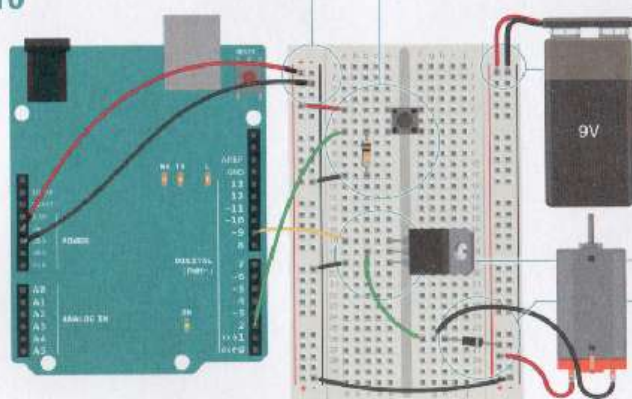

Fig. 1
- 3 Quando usi circuiti con tensioni differenti, devi collegare tra loro le masse per creare una massa comune. Collega il connettore per batteria 9V alla breadboard. Collega la massa della batteria alla massa di Arduino sulla breadboard con un ponticello come mostrato in Fig. 1. Poi attacca l'estremità libera del motore all'alimentazione 9V.
- 5 Poi, collega l'alimentatore del motore al motore e alla breadboard. L'ultimo componente da aggiungere è il diodo. Il diodo è un componente polarizzato: va inserito nel circuito solo in una specifica direzione. Nota che il diodo ha una striscia su una estremità: è il polo negativo, o catodo, del diodo. L'altro è il polo positivo o anodo. Collega l'anodo del diodo a massa del motore e il catodo del diodo all'alimentazione del motore. Guarda la Fig. 1. Sembra al rovescio, e infatti lo è. Il diodo ti aiuta a prevenire ogni controtensione generata dal motore che rientra nel circuito. Ricorda, la controtensione viene generata nella direzione opposta alla tensione che fornisci.